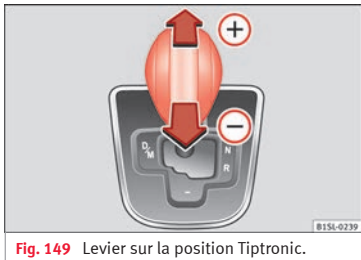

Fig. 149 Levier sur la position Tiptronic.
- Poussez le levier sélecteur vers l'avant (+) ou l'arrière (-) pour passer à un rapport supérieur ou inférieur respectivement » fig. 149.